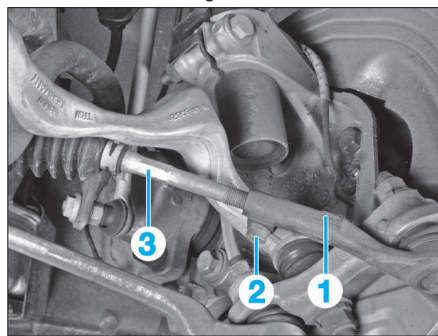

FIG. 4
- desserrer la vis (2) (Fig.4)